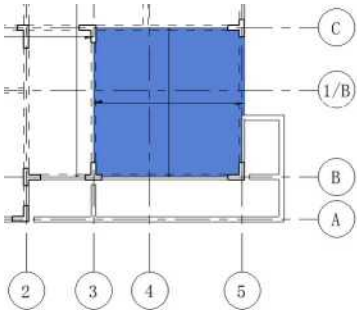

图 11-41 绘制厚度为 120mm 的结构楼板
(9) 单击“模式”面板中的“完成编辑模式”按钮, 完成厚度为 120mm 结构楼板的创建, 如图 11-41 所示。